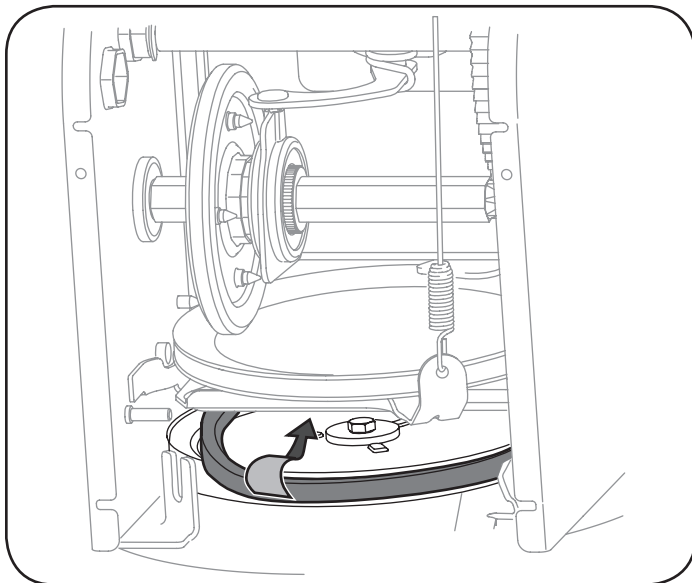

Figura 32
7. Retire la correa de alrededor de la p Polea de la barrena y deslice la misma entre la ménsula de soporte y la polea de la barrena. Vea la Figura 32.